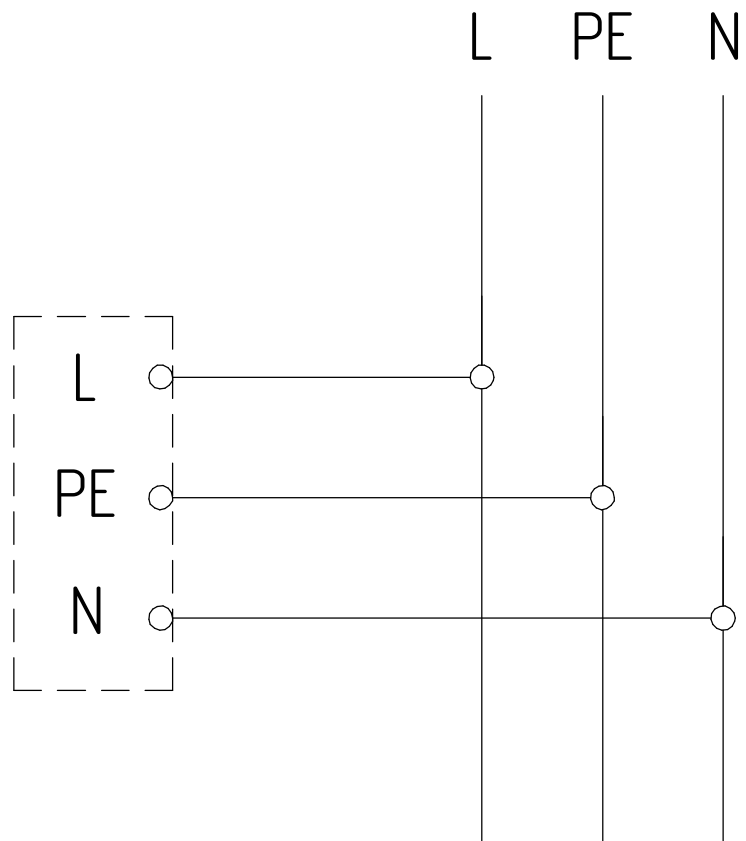

Рисунок 5 - Схема подключения к сети светильника ДБУ04.
5.3.1. Подключите сетевой провод согласно рис. 5.